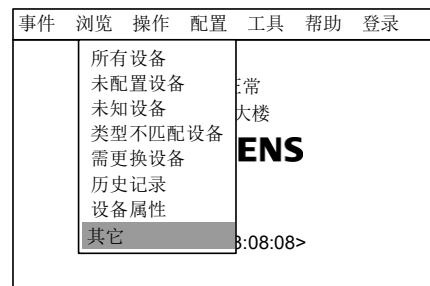

图 34-2
2. 按“→”键选择“浏览”子菜单（图 34-2），然后按“↓”键选择“其它”选项，然后按“OK”键。弹出“其它”窗口。